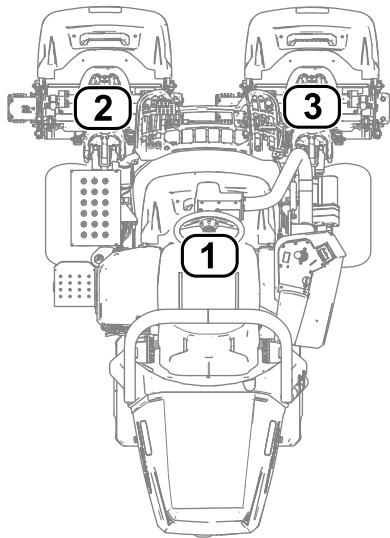

Рисунок 27
- 1 обозначает средний режущий блок (Рисунок 27)
- 2 обозначает передний левый режущий блок (Рисунок 27)
- 3 обозначает передний правый режущий блок (Рисунок 27)